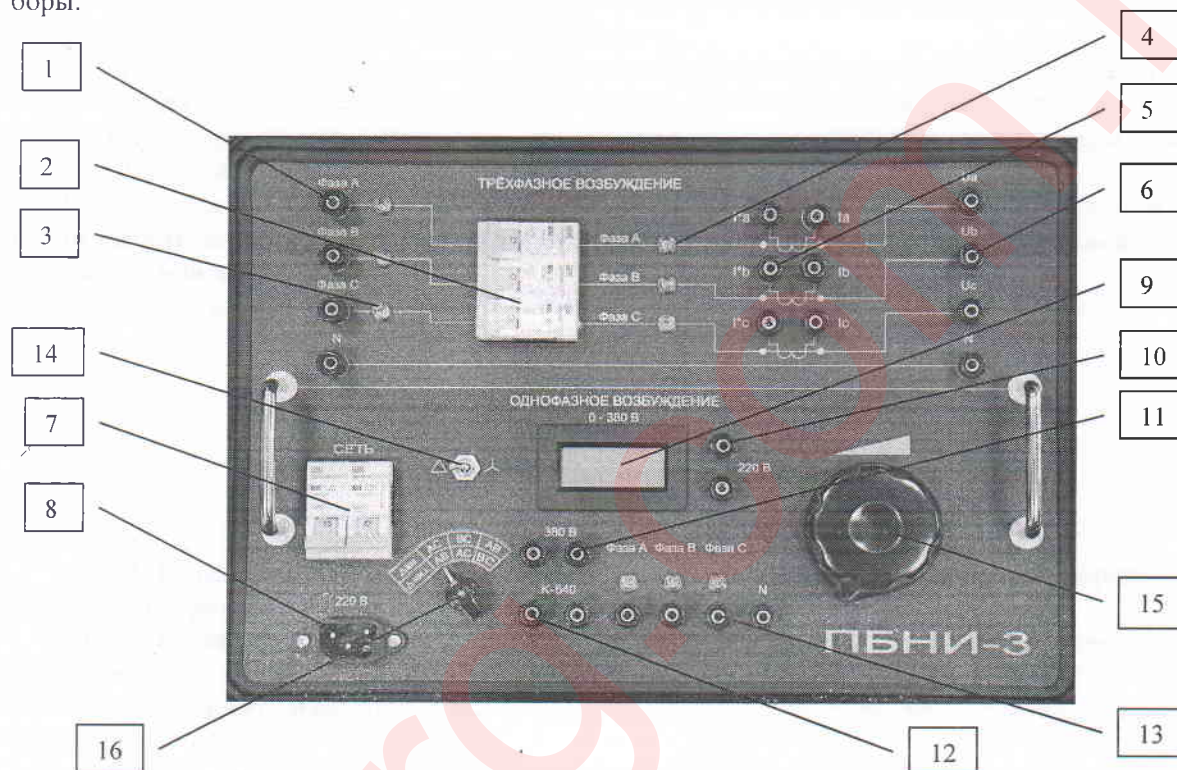

Рис. 1. Блок низковольтных измерений ПБНИ-3. Внешний вид лицевой панели.
Верхняя панель прибора разделена на два сектора. В верхней (дальней от оператора) размещён сектор «Трёхфазное возбуждение», а в ближней к оператору части расположен сектор «Однофазное возбуждение» рис. 1
На панели (см. рис. 1) размещены сетевые автоматы, сетевая розетка, ручка регулятора напряжения. ПБНИ-3 работает совместно с комплектом измерительных приборов К-540 или К-540-3. При работе с ПБНИ-3 следует дополнительно руководствоваться эксплуатационной документацией на эти приборы.
3. Три светодиодных индикатора наличия напряжения на клеммах поз.3, рис.1
4. Три светодиодных индикатора наличия напряжения на выходных клеммах поз.4, рис.1
6.2.1. Подать напряжение ~ 220 В на разъем п.8 рис.1
6.2.3. Убедиться, что ручка регулятора п.15 рис.1 находится в крайне левом положении.
6.2.4. Включить автомат «сеть» рис.1
6.2.6. Переключателем п.16 рис.1 выбрать испытуемую пару фаз (AB; BC; или AC).
ВНИМАНИЕ! Если возбуждение подается на обмотку, соединенную в виде звезды или треугольника (обмотка НН) считывать по надписям лимба переключателя фаз поз. 16 рис.1, обозначенных как «Δ НН Λ».
Если возбуждение подается на высоковольтную обмотку, соединенную в треугольник, то обозначение возбуждаемых фаз считать по надписям лимба переключателя фаз поз. 16 рис.1, обозначенных как «Δ ВН».
6.2.7. Ручкой п.15 рис.1 установить необходимое напряжение возбуждения в диапазоне «0÷380 В». При этом ток нагрузки не должен превышать 2 А, а значение величины напряжения необходимо измерять по прибору К-540 (значения этого напряжения отображаются и на индикаторе прибора ПБНИ-3 «0÷380 В», но эти показания могут быть использованы только для индикации присутствия этого напряжения).
6.2.9. Снять напряжение регулятором п.15 рис.1 и переключателем п.16 рис.1 выбрать следующую пару испытываемых фаз трансформатора.
6.2.10. Выполнить п.6.2.7; п.6.2.9 для всех положений переключателя п.16 рис.1.
- 6.3.1. Подать напряжение ~ 220 В на разъем п.8 рис.1
- 6.3.3. Убедиться, что ручка регулятора п.15 рис.1 находятся в крайне левом положении.
- 6.3.4. Включить автомат «сеть» рис.1
- 6.3.6. Переключателем п.16 рис.1 выбрать испытываемую пару фаз (АВ; ВС; или АС).
ВНИМАНИЕ! Если возбуждение подается на обмотку, соединенную в виде звезды или треугольника (обмотка НН) считывать по надписям лимба переключателя фаз поз. 16 рис.1, обозначенных как « Δ НН Δ ».
Если возбуждение подается на высоковольтную обмотку, соединенную в треугольник, то обозначение возбуждаемых фаз считывать по надписям лимба переключателя фаз поз. 16 рис.1, обозначенных как « Δ ВН Δ ».
6.3.7. Ручкой п.15 рис.1 установить необходимое напряжение возбуждения в диапазоне $0 \div 400$ В. При этом ток нагрузки не должен превышать 1 А, а значение величины напряжения необходимо измерять по прибору К-540-3, (значения этого напряжения отображаются и на индикаторе прибора ПБНИ-3 « $0 \div 380$ В», но эти показания могут быть использованы только для индикации присутствия этого напряжения).
6.3.9. Снять напряжение регулятором п.15 рис.1 и переключателем п.16 рис.1 выбрать следующую пару испытуемых фаз трансформатора.
6.3.10. Выполнить п.6.2.7; п.6.2.9 для всех положений переключателя п.16 рис.1.